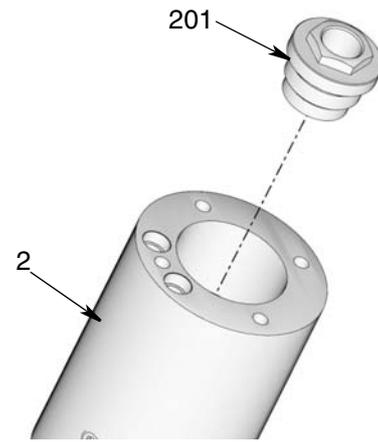

Рис. 32
22. Снимите уплотнение поршня (214) с поршня (213). Утилизируйте уплотнение поршня (214) и штифты (217). Новые детали для замены включены в ремонтный комплект.
23. Визуально осмотрите секции штока и внутреннюю поверхность цилиндра насоса (204), чтобы убедиться, что они не погнуты или не повреждены вследствие разборки. Насос с погнутыми и/или поврежденными деталями не будет удерживать давление и/или функционировать эффективно.
24. Отделите распорный цилиндр (205) от переходника насоса (2) с помощью плоского гаечного ключа для ослабления затяжки цилиндра. Когда затяжка цилиндра (205) будет достаточно ослаблена, открутите его усилием рук и снимите с насоса.
25. Извлеките уплотняющую прокладку (206) из внутренней части переходника насоса (2), если она не извлекается вместе с распорным цилиндром (205). Утилизируйте уплотняющую прокладку. Используйте уплотняющую прокладку из ремонтного комплекта для обратной сборки.
26. Используйте патрон для ослабления затяжки шестигранной гайки (201) и снятия ее с переходника насоса (2) (Рис. 32).